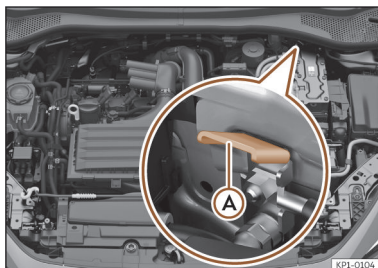

Fig. 208 No compartimento do motor: tomada para a ajuda no arranque (terminal de massa).
A tomada para a ajuda no arranque (terminal de massa) serve para ligar o cabo de arranque preto >>> **Fig. 208 (A)**.